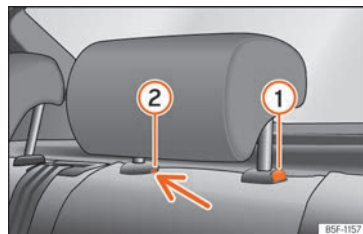

Abb. 122 Kopfstützen hinten: Ausbau.
- Drücken Sie die Taste » Abb. 122 ① und gleichzeitig mit einem Schlitzschraubendreher (Breite max. 5 mm) in die Öffnung der Verriegelung ② und ziehen Sie die Kopfstütze heraus.